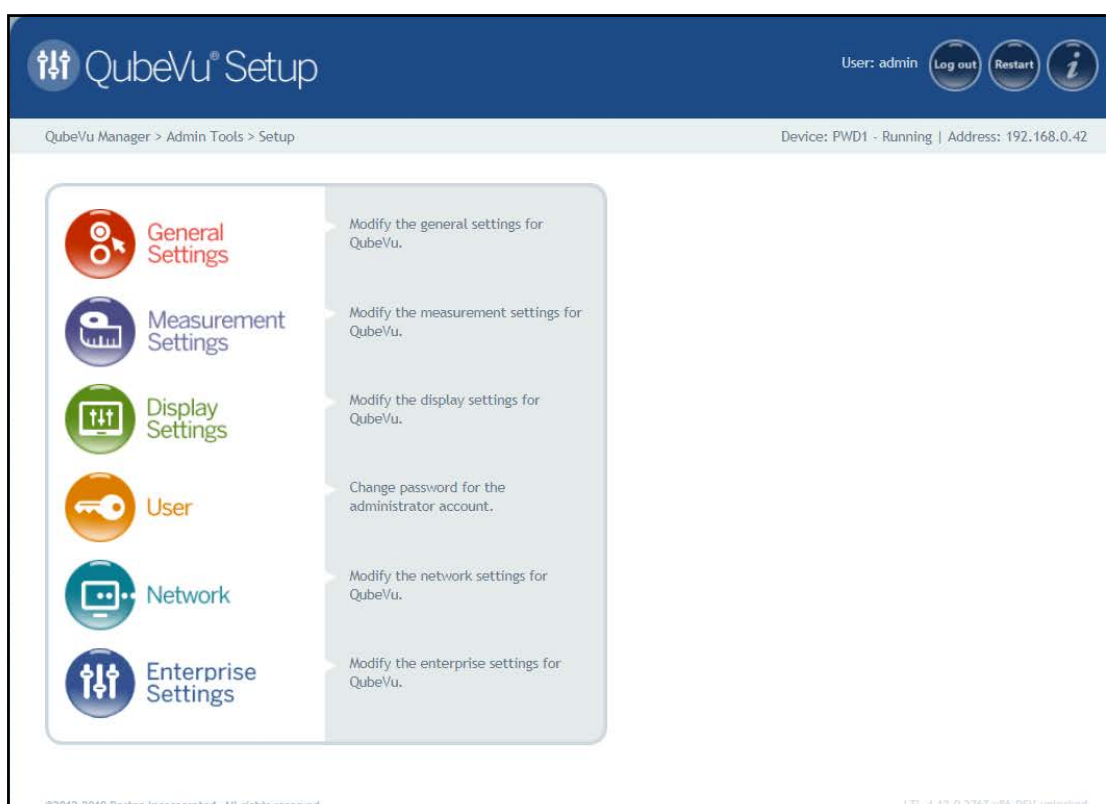

Figura 3-1. Menú Setup (Configuración)
- Pulse  **General Settings** en el menú **Setup** (Configuración) (Figura 3-1 en la página 13) para entrar en el menú **General Settings** (Ajustes generales)
4. Pulse  **Measurement Settings** en el menú **Setup** (Configuración) (Figura 3-1 en la página 13) para entrar en el menú **Measurement Settings** (Ajustes de medición).